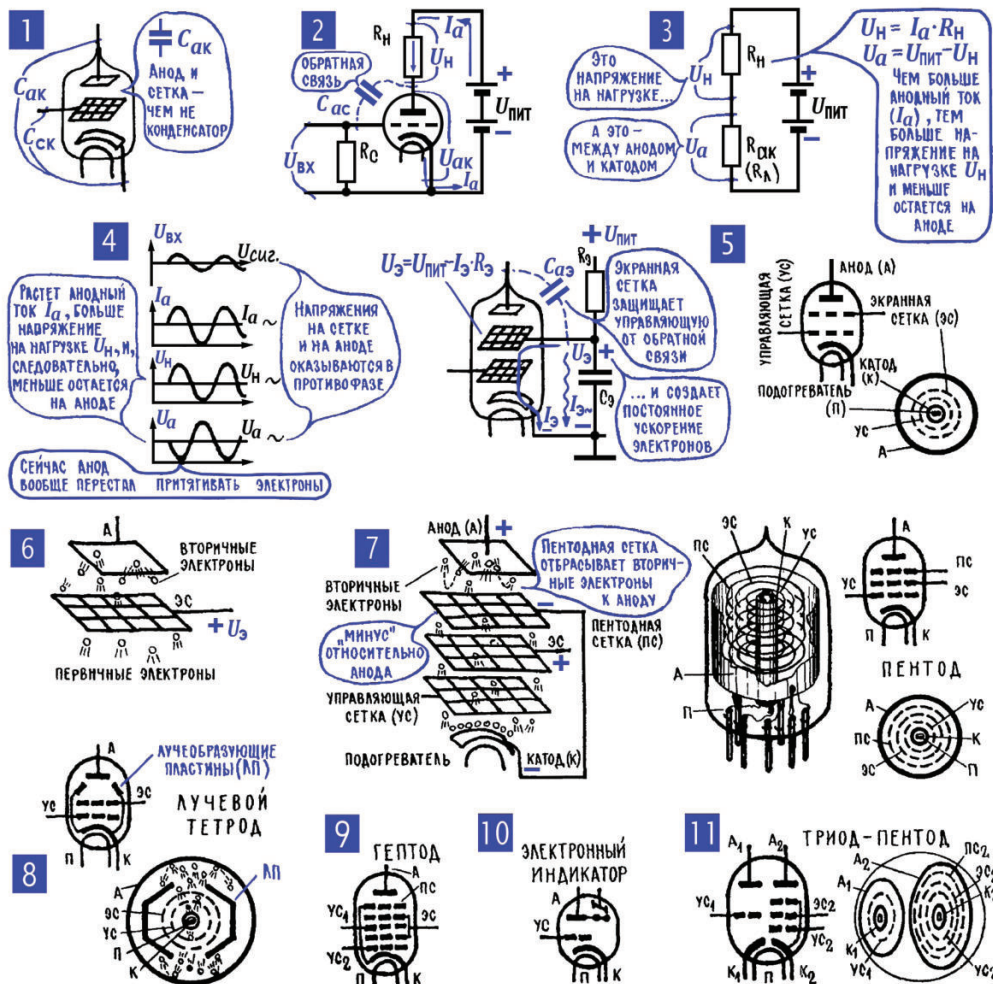

Рис. 10.8. Разновидности электронных ламп
13. Основные типы усилительных ламп: триод, пентод и лучевой тетрод. Триод был первой усилительной лампой, он был запатентован еще в 1906 году американцем Ли де Форестом. Но из-за двух серьезных недостатков его в дальнейшем сильно потеснили другие разновидности ламп. Первый недостаток триода связан с тем, что электроды лампы, по сути, представляют собой обкладки конденсаторов и в лампе существуют междуэлектродные емкости, никому не нужные, а поэтому названные паразитными емкостями (рис. 10.8; 1). Самая опасная из них – емкость между анодом и управляющей сеткой C_{ac} . Через нее усиленный сигнал попадает обратно во входную цепь (рис. 10.8; 2), а это может привести к серьезным неприятностям. Другой недостаток триода связан с самим принципом работы усилителя: когда напряжение на нагрузке растет, на аноде (как и на коллекторе транзистора) оно уменьшается (рис. 10.8; 4, и 10.4) и анод слабее тянет к себе электроны. Результат – ухудшаются усилительные способности лампы.
Оба недостатка триода были ликвидированы одним ударом: между анодом и управляющей сеткой поместили еще один электрод – экранирующую (экранирующую) сетку, и таким образом получилась четырехэлектродная лампа, тетрод (рис. 10.8; 5). Экранирующую сетку через конденсатор C_s соединяют с катодом, и она отводит, замыкает накоротко переменные токи, которые могли бы попасть во входную цепь. Кроме того, на экранирующую сетку подают значительный «плюс» (U_s), иногда такой же, как и на анод, а иногда поменьше. Теперь как бы ни менялось напряжение на аноде, это почти не влияет на анодный ток – экранирующая сетка будет тянуть электроны к аноду всегда с одинаковой силой.
С динаatronным эффектом тоже научились бороться, причем двумя разными путями. Они и привели к созданию двух основных типов ламп: пентодов и лучевых тетродов. В пентоде между экранной сеткой и анодом расположена очень редкая пентодная, или, иначе, антидинаatronная, сетка, которая соединена с катодом, чаще всего внутри лампы (рис. 10.8; 7). Первичные электроны, те, что летят от катода к аноду, через редкую пентодную сетку по инерции проскакивают беспрепятственно. В то же время пентодная сетка легко отталкивает обратно к аноду вторичные электроны, которые еще не успели набрать скорость. Потому, что на этой сетке «минус» относительно анода – она-то ведь соединена с катодом, а на катоде относительно анода всегда «минус», поскольку на аноде всегда «плюс» относительно катода.
Лучевой тетрод (рис. 10.8; 8) сконструирован так, что электроны идут к аноду острыми лучами. Благодаря высокой концентрации электронов эти лучи ведут себя как проводники, протянутые от катода, и, подобно пентодной сетке, они своим «минусом» отталкивают вторичные электроны обратно на анод. Диод, триод, пентод, лучевой тетрод – основные типы электронных ламп, но ими ассортимент ламп далеко не исчерпан. Есть, например, лампа гептод, в ней две управляющие сетки, с которых анодным током управляют одновременно два сигнала⁹ (рис. 10.8; 9). Или лампа – оптический индикатор настройки, в ней есть уже некоторые элементы телевизионной трубки, то есть светящийся экран и перемещение электронного потока в пространстве (рис. 10.8; 10). Наконец, выпускались комбинированные лампы, то есть две-три лампы, размещенные в одном баллоне – два триода, триод и пентод, триод и гептод, два диода и триод (рис. 10.8; 11).
Пример понижения питающих напряжений мы видим на рис. 10.8; 3 и 10.9; 10. Здесь на гасящем резисторе R_3 ток экранирующей сетки I_3 создает некоторое падение напряжения. Сопротивление R_3 с учетом величины I_3 подобрано с таким расчетом, чтобы на экранирующую сетку попадал меньший «плюс», чем на анод. Конденсатор C_3 заземляет экранирующую сетку для переменного тока. Кстати, если этот конденсатор пробьется, то экранирующая сетка «сядет на землю», по R_3 пойдет большой ток, и резистор, скорее всего, сгорит.